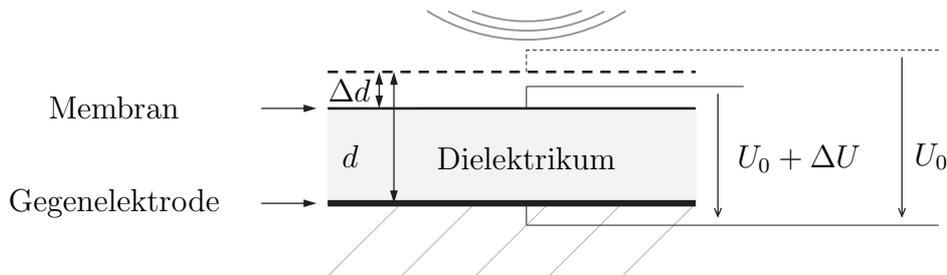

Abbildung 3: Hilfsbild zum Kondensatormikrofon
**Kondensatormikrofone** Bei Kondensatormikrofonen bildet die elektrisch leitende und hauchdünne Membran eine Platte eines Plattenkondensators (siehe Abbildung 3). Parallel dazu befindet sich in geringem Abstand die fest montierte Gegenelektrode. Zwischen Membran und Gegenelektrode befindet sich das sog. Dielektrikum, das eine elektrisch isolierende Aufgabe hat. Nach den physikalischen Gesetzmäßigkeiten